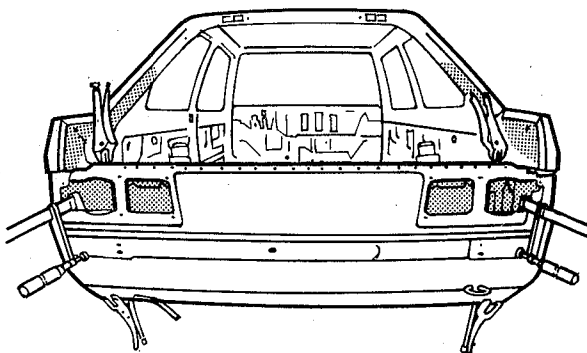

fig. 170
4. Posicionar o painel traseiro e fixá-lo com grampos, certificando-se de que o mesmo fique corretamente ajustado com a tampa e nivelado com os painéis adjacentes (fig. 170)